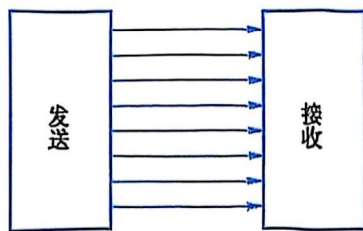

图 7-2 并行通信示意图
**并行通信:** 数据的各位在多根数据线上同时传送, 如图 7-2 所示。并行通信的特点是数据传输速度快, 但由于需要的传输线较多, 因此成本较高, 只适合近距离通信。